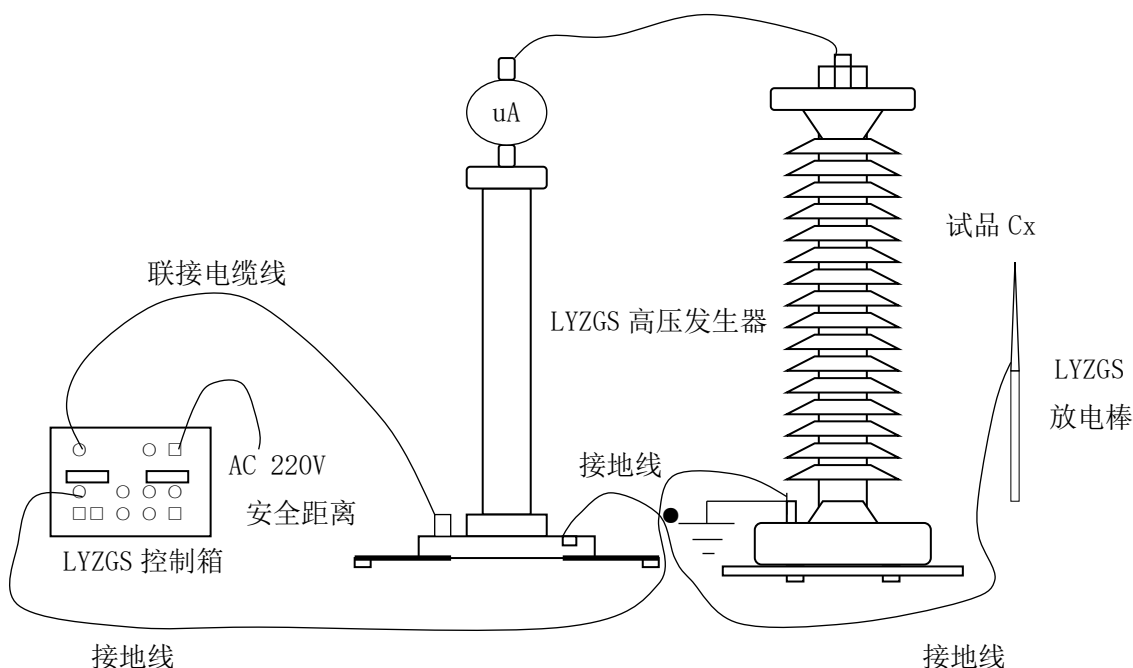

图 6 试品试验接线示意图及接地线联接方法
- 试验前请检查所有试验接线、控制箱、倍压筒和试品的接地线是否接好。试验回路接地线应按本说明书(图6)所示,一点接地。
(1) 直流发生器在使用前应检查其完好性, 联接电缆线不应有断路和短路, 设备无破裂等损坏。
(2) 将机箱、倍压筒放置到合适的安全的位置, 分别联接好电源线、电缆线和接地线。保护接地线与工作接地线以及放电棒的接地线均应单独接到试品的地线上(即一点接地)。严禁各接地线相互串联使用, 以免击穿时地电位抬高形成反击, 损坏仪器。(见图 6)